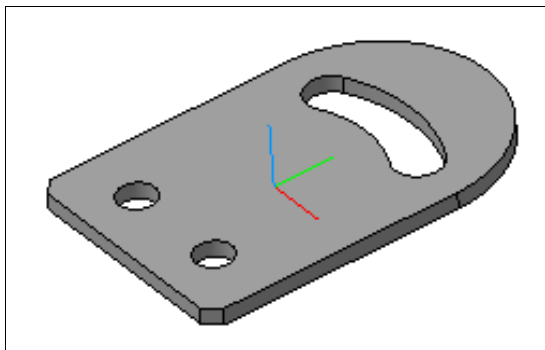

Рис. 17.9. Модель Планка
- ◆ нажмите ЛК мыши кнопку **Создать объект**, и система создаст вам модель **Планка**, как на рис. 17.9 (см. модель **Планка** в папке **Модели 3D** к урокам на прилагаемом компакт-диске).